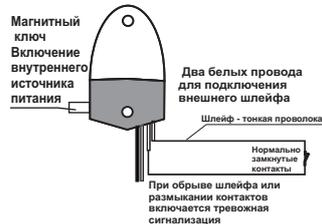

Рис.2 Варианты подключения сигнализатора.
5.1. Перед установкой необходимо проверить внешний вид сигнализатора на наличие повреждений и проверить работоспособность для чего подключить внешний источник питания к выводам сигнализатора (рис.2), предварительно установив напряжение питания 12±3 В. При этом сигнализатор должен выдать звуковой и световой сигналы. При замыкании проводов шлейфа, световой и звуковой сигналы выключаются.
5.2. На рис.2 показаны варианты подключения сигнализатора.